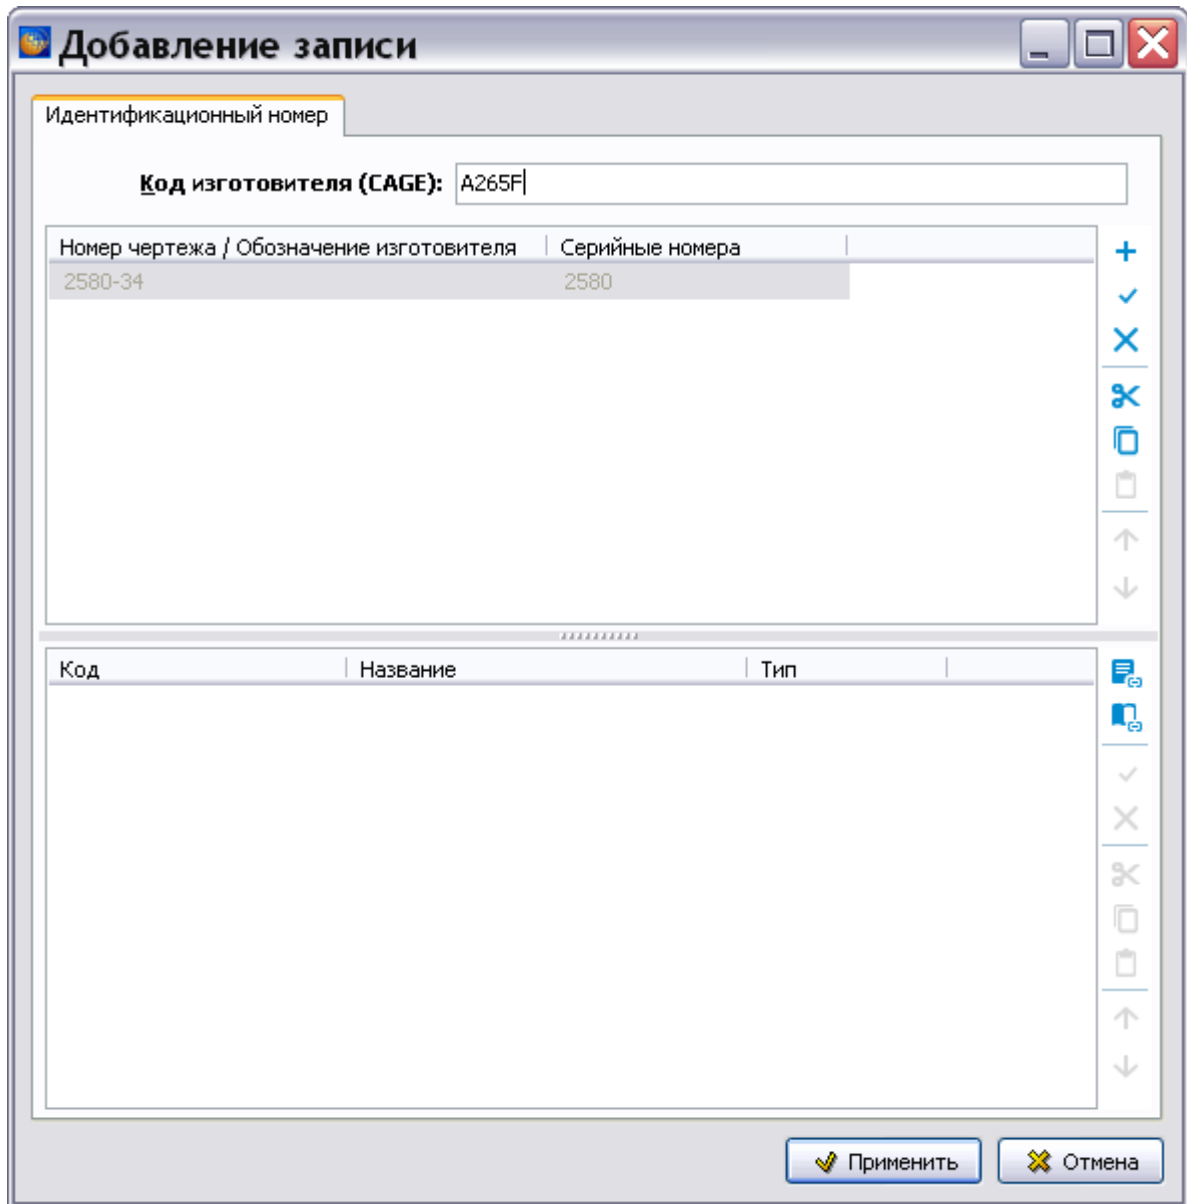

Рисунок 853
7) После ввода параметров обозначения компонента нажмите на кнопку **Применить** для возврата в окно **Добавление записи** для идентификационного номера (рисунок 853).